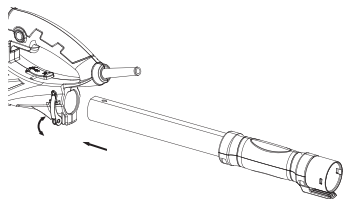

Рис. 4
2. Ослабьте стопорный ключ, возьмите сегмент штанги для подсоединения к машине (Рис. 4).